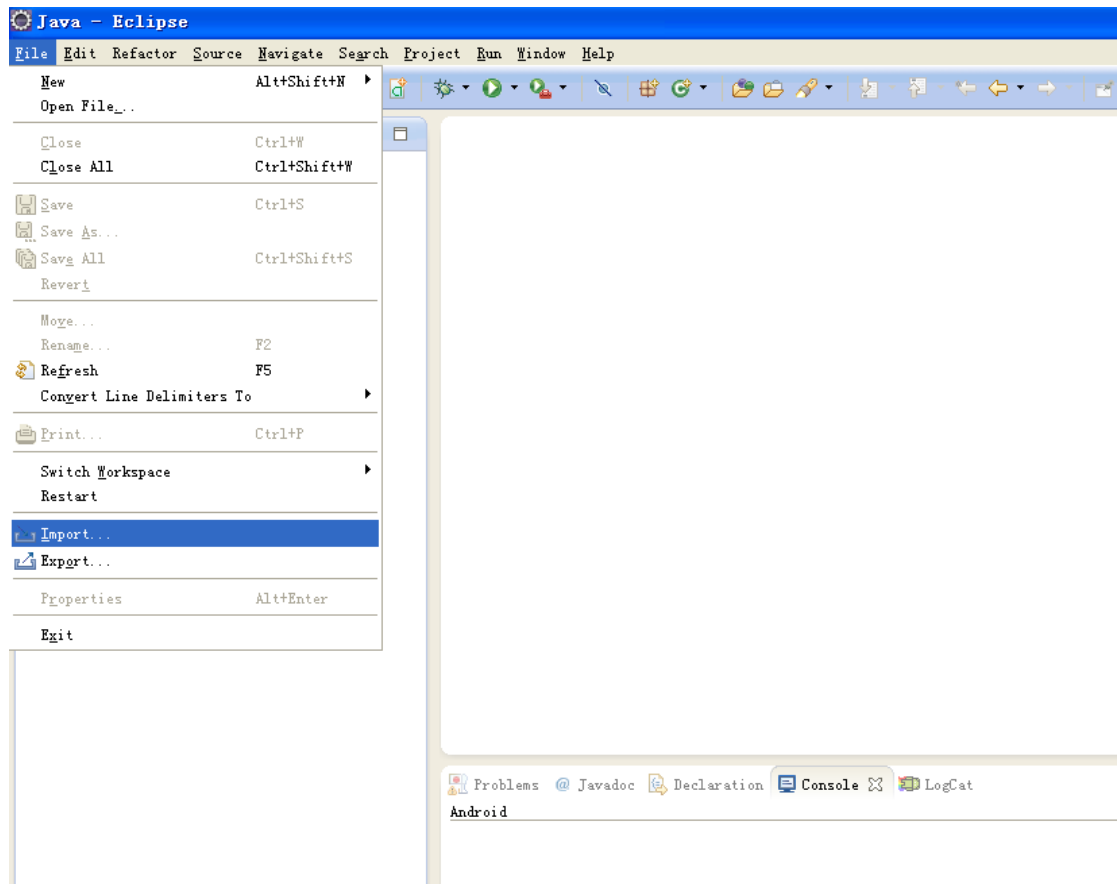

图 1 工程导入选项
2)运行 eclipse，选择“File->Import”，如图 1 所示。